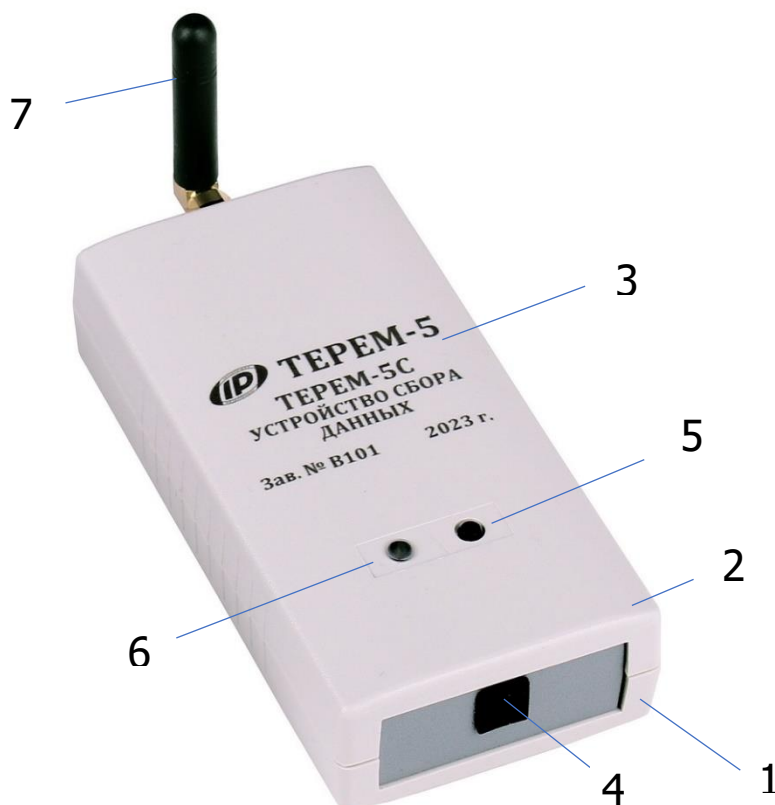

Рисунок 3 – Внешний вид устройства сбора данных
УСД (рис.3) представляет собой автономное устройство, размещенное в пластиковом корпусе, состоящее из основания (1) и крышки (2), стянутых между собой винтами. Внутри корпуса установлена печатная плата с установленными на ней электронными компонентами и полимерная Li-Ion аккумуляторная батарея (извлечение и замена литиевого аккумулятора потребителем не допускается).